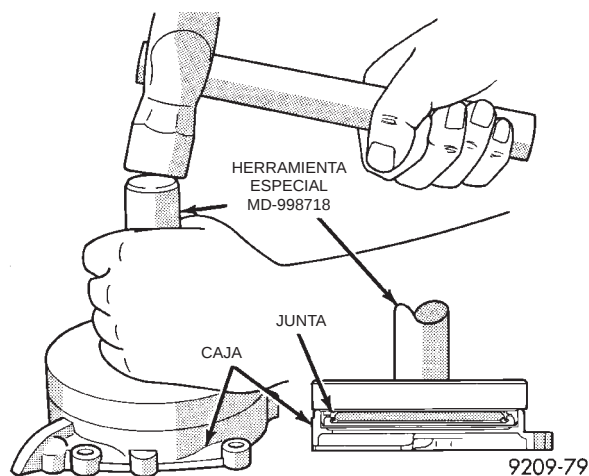

Fig. 82 Instalación de la junta de aceite trasera del cigüeñal
(1) Revise y limpie todas las superficies de sellado.
(2) Instale la junta de aceite trasera del cigüeñal en la caja, con la herramienta especial MD-998718 (Fig. 82).